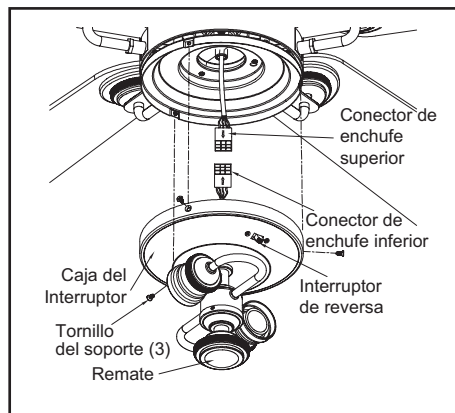

Figura 16
2. Gira la cubierta de la caja del interruptor hacia la derecha hasta que los dos tornillos queden en el extremo angosto de las ranuras tipo ojo de cerradura. Reinstala el tornillo retirado en el paso 1. Aprieta firmemente todos los tornillos. (Figura 16)
3. Quita tres tornillos de la cubierta de la caja del interruptor. Conecta el enchufe moldeado del adaptador de la caja del interruptor con el enchufe moldeado del conjunto motor-ventilador. (Figura 16)
4. Instala los tres tornillos que retiraste en el paso 3. Aprieta firmemente los tres tornillos. (Figura 16)